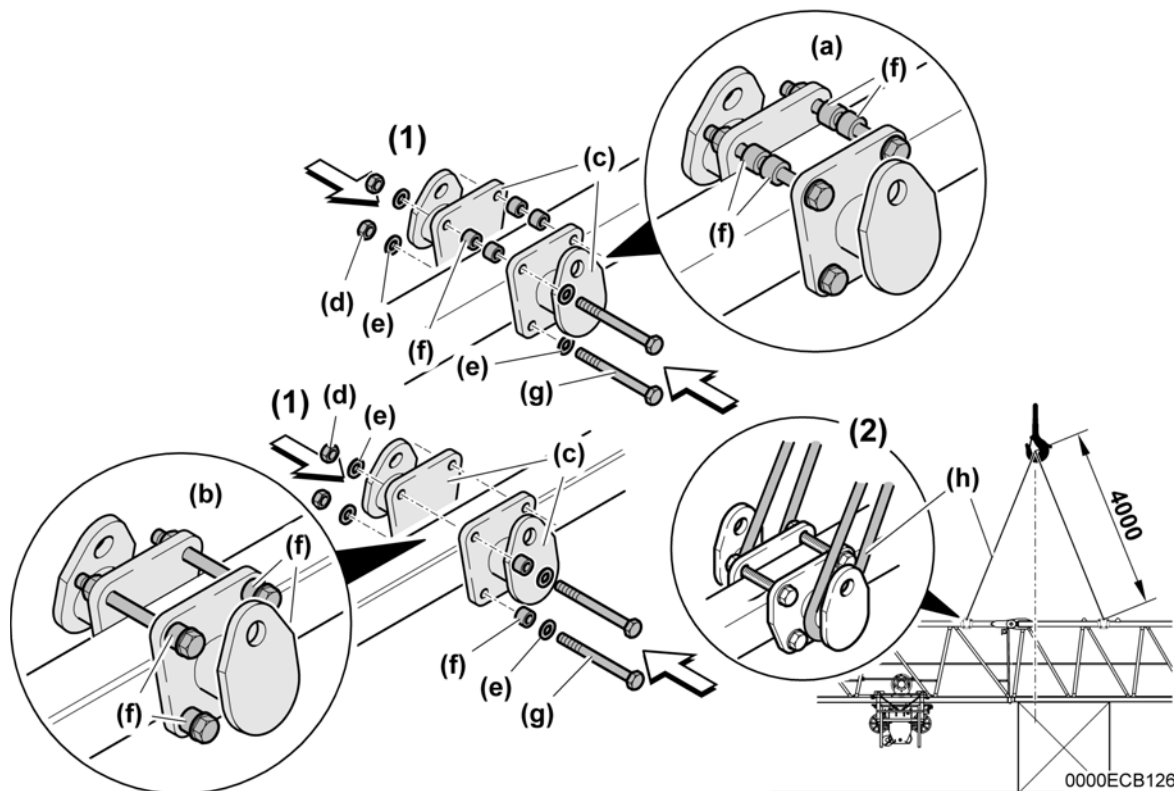

Fig. 6-118 Ausleger-Aufhängungen montieren
- ▶ **Bei breitem Obergurt:** Zwei Ausleger-Aufhängungen (c) und Ausleger-Obergurt, entsprechend den festgelegten Anschlagpunkten, mit je vier Schrauben (g) verschrauben. Jede Schraube (g) mit zwei Scheiben (e) und einer Mutter (d) sichern. (1)
- ▶ Nicht benötigte Distanzrohre (f) verliersicher auf obere Schrauben aufsetzen (siehe: Fig. 6-118 Pos. (a) ›Montagevariante bei breitem Obergurt‹)
- ▶ **Bei schmalem Obergurt:** Zwei Ausleger-Aufhängungen (c) und Ausleger-Obergurt, entsprechend den festgelegten Anschlagpunkten, mit je vier Schrauben (g) und vier Distanzrohren (f) verschrauben. Jede Schraube (g) (mit Distanzrohr (f)) mit zwei Scheiben (e) und einer Mutter (d) sichern. (1)
- ▶ Seile des Montagegerätes (h) einhängen und sichern. (2)